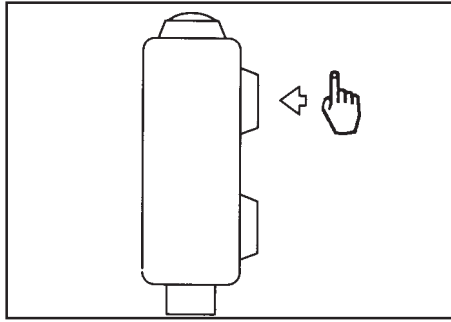

Figure 27
5. The machine has a one touch button on the joystick (see figure 27) that is preset for brush pressure and solution flow. Momentarily depress the one touch button if you wish to use these settings. **NOTE: If this is not the settings that you desire see page 14 or one touch operation.**
5. Le levier de commandes de la machine est équipé d'un bouton One Touch (voir figure 27) qui est pré-programmé selon le débit d'écoulement de la solution et selon la pression d'applique sur les brosses par défaut. Appuyez brièvement sur ce bouton One Touch pour utiliser ces réglages. **REMARQUE : Si ces réglages ne sont pas adaptés à vos besoins, consultez la page 14 ou la section « Utilisation du bouton One Touch ».**